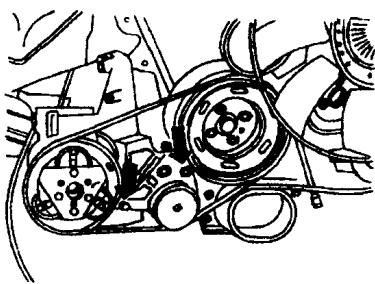

图 1-12
(12) 拧下空调压缩机多楔带张紧器的固定螺栓，拆下空调压缩机多楔带。如图 1-12 所示。
(1) 拆卸：拆卸多楔带前，须用粉笔标出旋转方向。如果旧皮带沿错误方向旋转，可能导致皮带断裂。安装时，应确保皮带正确坐落在皮带轮槽内。
①按本节“一”中的步骤将发动机从汽车上拆卸下来。
②松开空调压缩机多楔带张紧轮紧固螺栓（见图 1-12 箭头所示），松开皮带并拆下。